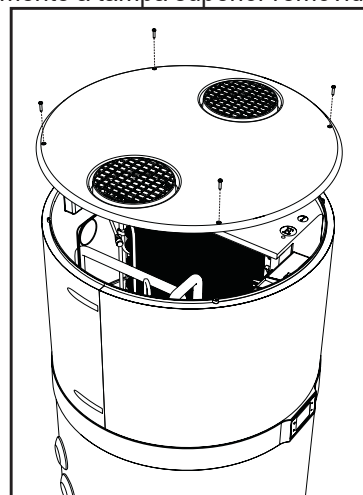

fig. 74- Remoção da tampa superior
- Remova a tampa superior, desapertando primeiramente os parafusos de bloqueio (fig. 74).